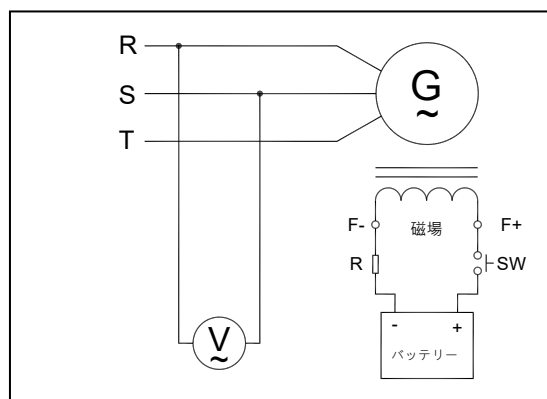

図 6
5.2.1 発電機を停止させ、AVRと発電機の配線を切り離します。残留電圧の再構築を行い、励磁時間は約3秒です (接続は図 6 参照)。